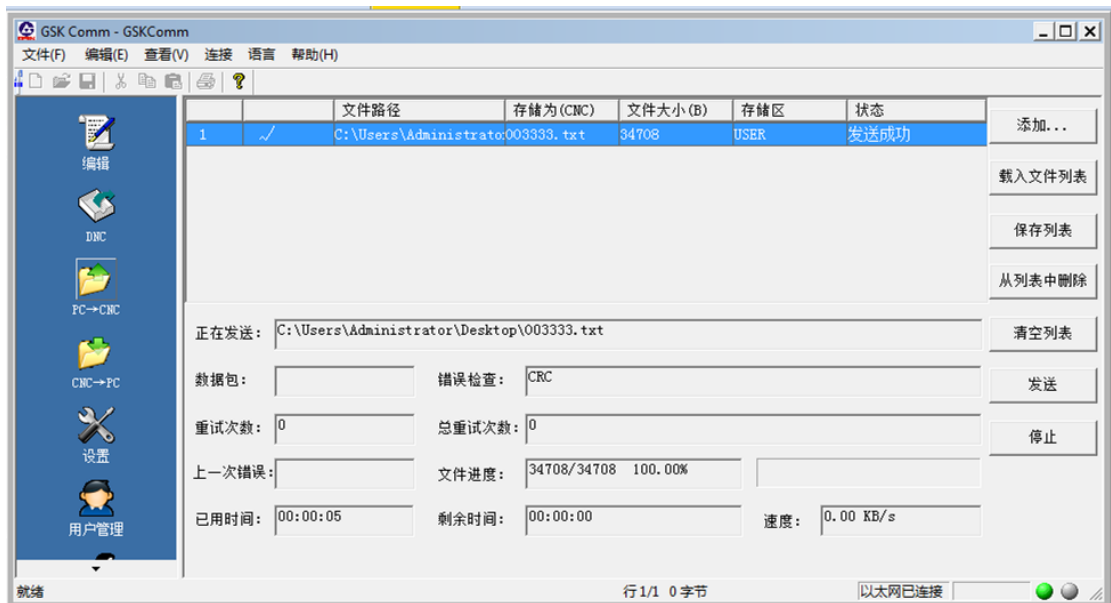

图 11-3-2-11
4、发送文件完成后，对话框状态栏显示“已发送”。 如图11-3-2-12所示。